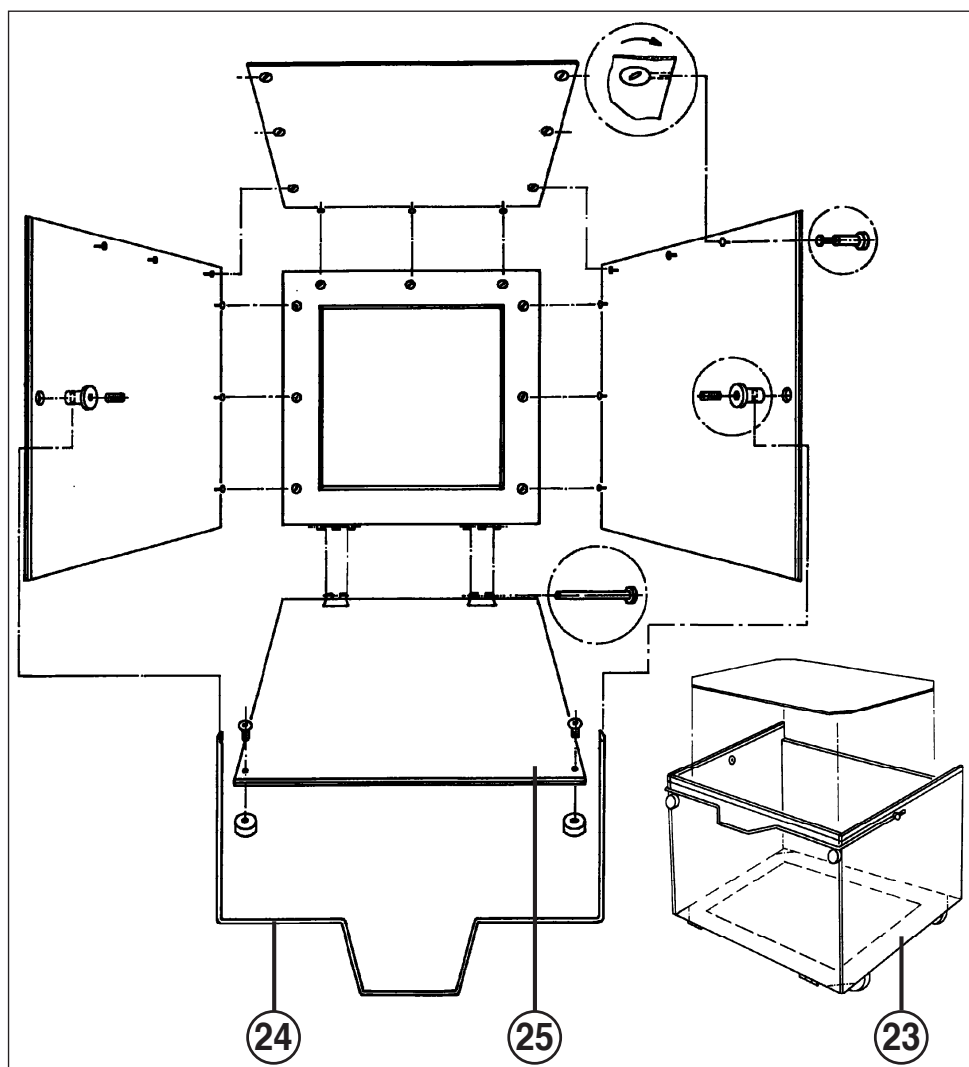

Fig. 4
- 23 = Contenitore di raccolta (fig. 4)
- 24 = Staffa per contenitore di raccolta (fig. 4)
- 25 = Parete anteriore contenitore (fig. 4)
CONTENITORE DI RACCOLTA (23) (fig. 4):